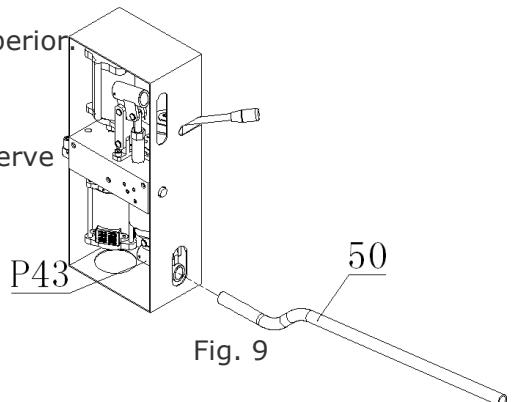

Fig. 9
A): No funcionamento da bomba de alta pressão colocar o tubo depunho (50) no suporte do punho (31) superior.
B): No funcionamento da bomba baixa pressão, colocar o tubo de punho (50) na tomada inferior (43). Por favor, observe a Fig. 9.